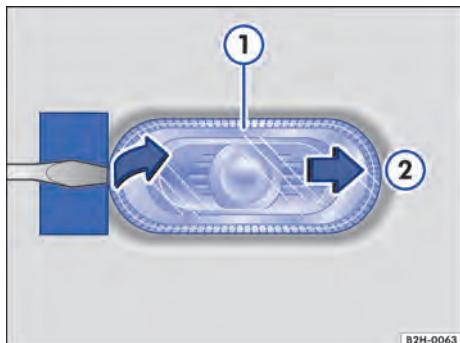

Fig. 201 Lado esquerdo do veículo: remover a lanterna lateral dos indicadores de direção
2. Posicionar a chave de fenda das ferramentas de bordo com a lâmina plana no lado da lanterna lateral do indicador de direção que aponta para a traseira do veículo → ①. Deslocar a lanterna lateral dos indicadores de direção para trás, em sentido oposto ao da força de mola → Fig. 201 ②.